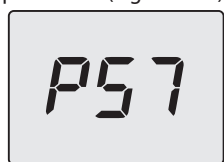

Figura 5.39
- Scorrere i vari parametri utilizzando i tasti 13 (indietro) o 15 (avanti) fino a far apparire sul display LCD le lettere **P57** che si alternano con il valore del parametro (Figura 5.39).